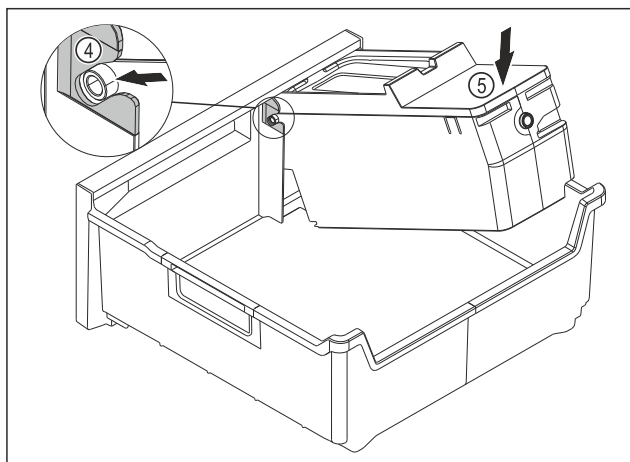

Fig. 89
- Montáž korpusu EasyTwist-Ice: Osi korpusu EasyTwist-Ice zasunúte do vedení Fig. 89 (4).
- Zatlačte korpus EasyTwist-Ice Fig. 89 (5) zozadu smerom nadol.